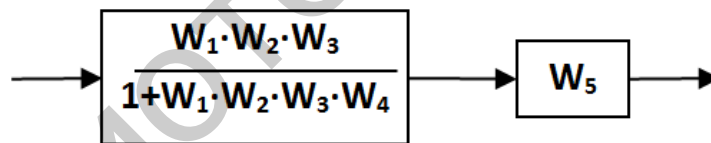

Рис. 8.19. Удаление отрицательной обратной связи
2. Уберем из схемы отрицательную обратную связь (рис. 8.19).